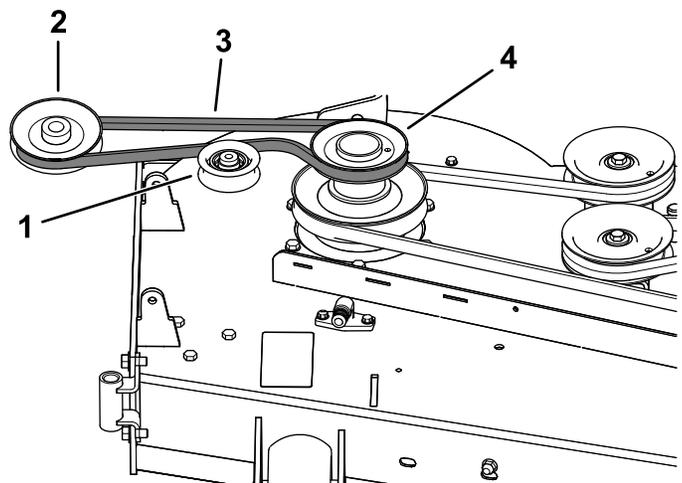
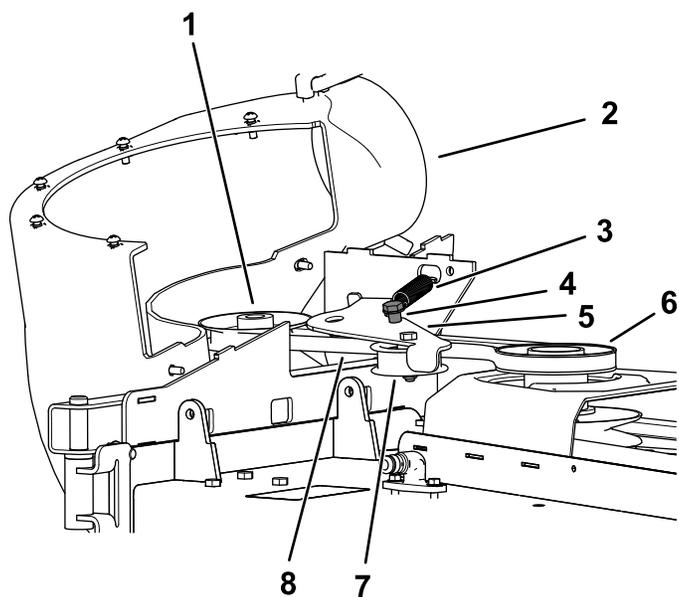

Figure 25
Figure 26
1. Si nécessaire, installez la courroie sur la poulie de ventilateur (Figure 25).
1. Chaussez la courroie sur la poulie de ventilateur (Figure 25 et Figure 26) ; voir 10 Montage du ventilateur (page 16).
- Tirez sur la poulie de tension rappelée par ressort pour l'éloigner de l'ergot fixe et chaussez la courroie sur la poulie du plateau de coupe (Figure 26).
- Acheminez la courroie autour de la poulie d'entraînement, comme illustré à la Figure 25 et la Figure 26.